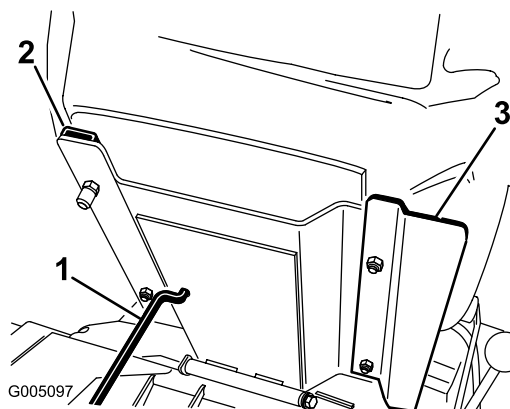

Figura 5
3. Fixe o banco, o painel do banco e os adaptadores ao suporte do banco com as porcas (5/16 in.) (Fig. 6) fornecidas nas peças soltas. Monte o painel do banco do lado direito, posicionado conforme indicado em Figura 5.